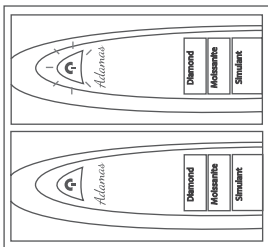

Fig. 1.10
3. Pulse el botón de alimentación para encender el probador. Una vez que la luz READY haya dejado de parpadear, el probador estará listo para entrar en modo de calibración, tal y como se muestra en la **Fig. 1.10**. Este proceso podría tardar hasta 15 segundos. Si la luz READY continúa parpadearo después de 15 segundos, es posible que la punta de la sonda no esté colocada adecuadamente. Repita el procedimiento desde los pasos 1 y 2.